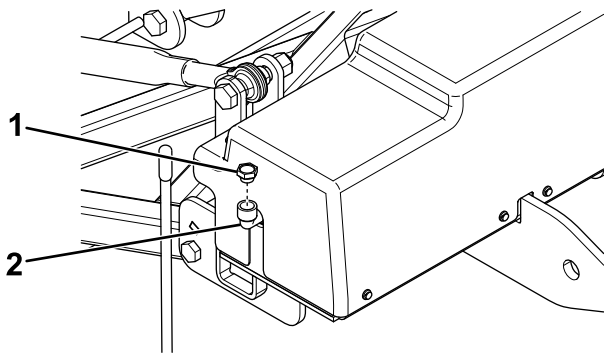

Figure 13
- Retirez le bouchon de remplissage du réservoir hydraulique sur le côté de l'ensemble coupleur (Figure 13).